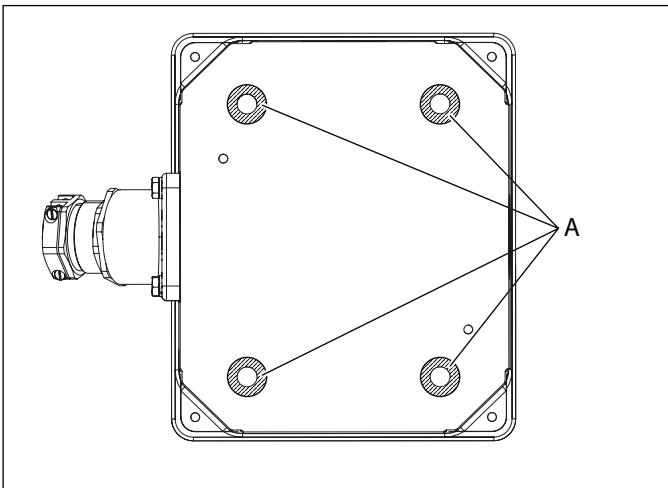
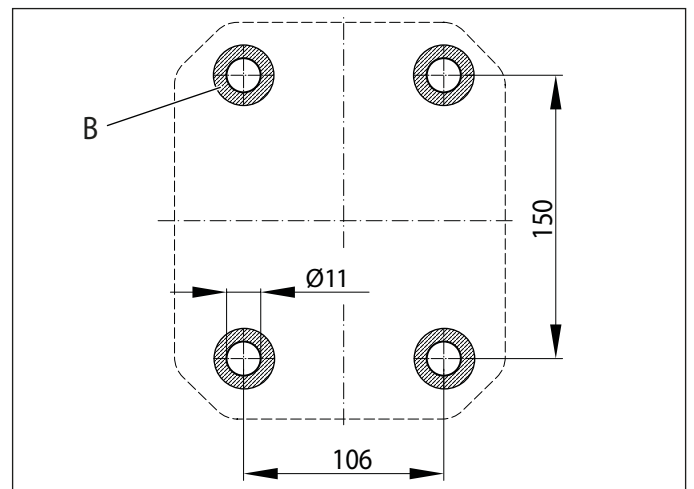

Abb. 17: Abzweigkasten Ansicht unten
Abb. 18: Montagebohrungen für Abzweigkasten
- Stellen Sie vor der Montage sicher, dass die Erdungsflächen (**Abb. 17/A**) an Abzweigkasten und Befestigungsfläche (**Abb. 18/B**) frei von Lack und jeglichen Verunreinigungen sind.
- Die Maße und Anordnung der Montagebohrungen sind aus **Abb. 18** zu entnehmen: